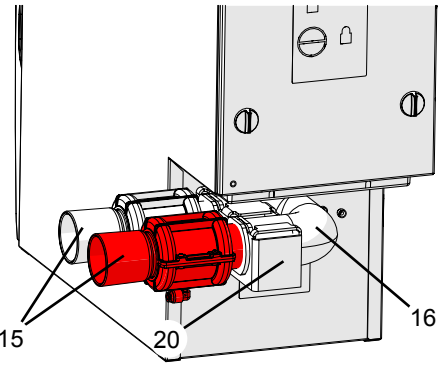

Fig. 3
A abertura e o fechamento dos canais de aspiração são efetuados por válvulas de mangote pneumáticas (15, Fig. 3). Para isto é necessário ar comprimido. A mangueira de ar comprimido está ligada permanentemente ao lado do aparelho.
- ⇒ Retire as válvulas de mangote (15, Fig. 3) do coletor de admissão (16, Fig. 3).
- ⇒ Desaperte o parafuso de cabeça estriada (19).
- ⇒ Rodando os parafusos de suporte (26), solte o coletor de admissão (16) juntamente com o suporte (20) e, puxando para trás, retire-o do tubo de ligação do aspirador (A).
- ⇒ Pressione o coletor de admissão para fora do suporte (B), rode-o (C) e pressione novamente para dentro do suporte (D) na nova posição.
- ⇒ Encaixe o coletor de admissão no tubo de ligação do aspirador e enganche (E) o suporte nos parafusos de suporte (26).
- ⇒ Fixe o suporte com o parafuso de cabeça estriada (19).
- ⇒ Insira novamente as válvulas de mangote no coletor de admissão (16) até ao limite. Um ligeiro movimento de rotação facilita esta operação.